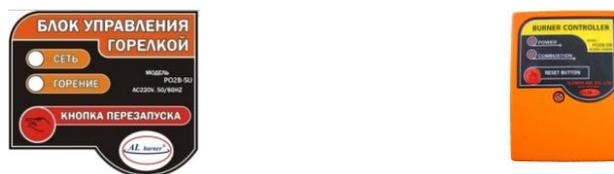

Рис. 14. Блок управления Горелкой.
3.5.7. Нажмите кнопку «Сеть» (POWER) на топочном автомате Горелки (Рис.14) и устано-
3.5.7. В случае сигнала «Авария» нажмите кнопку «Перезапуск» на блоке управления горелкой (Рис.14).